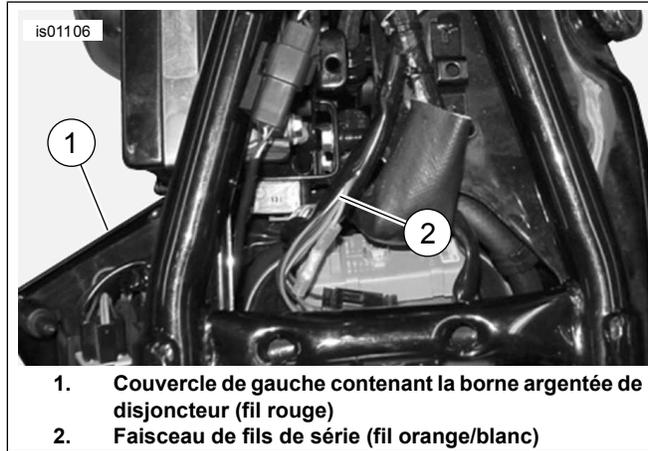

Figure 27. Connexions d'alimentation (modèles Sportster)
1. Voir Figure 27. Couper avec précaution une partie de la gaine du faisceau principal à l'intérieur du couvercle latéral électrique ou sous la selle à un point accessible. Couper un conducteur d'alimentation orange/blanc du faisceau principal.